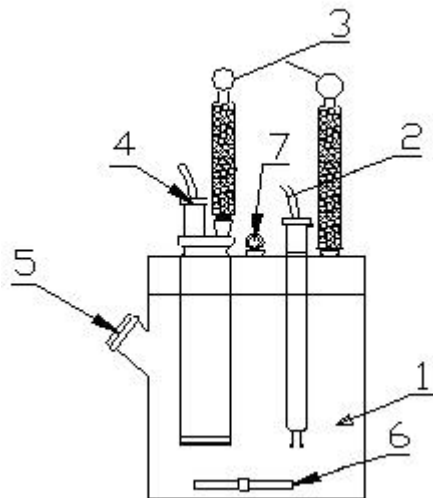

图 2
通过第五章说明方法，将卡尔费休试剂分别注入电解池与电解电极内；按电解池系统(图 2)，将各池瓶部件装配起来。
2. 将蓝色硅胶粒装入干燥管内(图 2 中 3), 然后分别装入池瓶上。